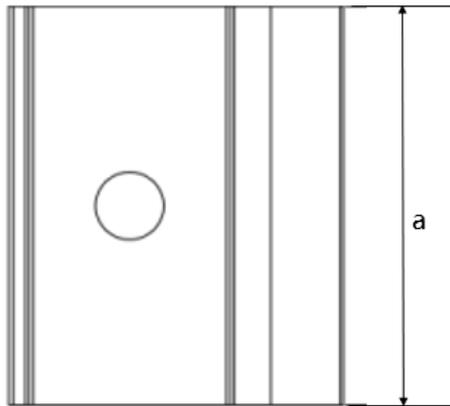
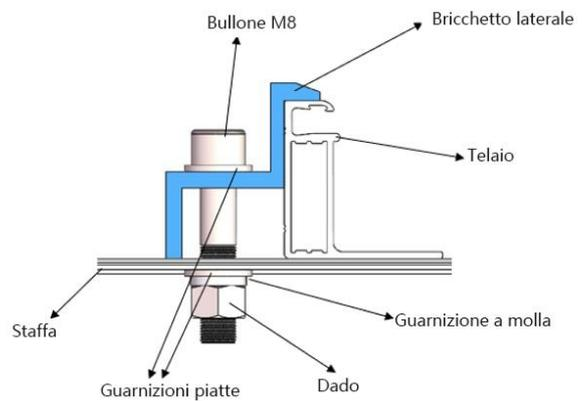

Fig. 7 Vista dall'alto del morsetto marginale
Fig. 9 Diagramma di installazione del morsetto
- ② Assicurarsi di evitare l'effetto ombra dei morsetti del modulo. I fori di drenaggio sul telaio del modulo non devono essere chiusi o oscurati dai morsetti..
- ③ La superficie superiore della barra a contatto con il telaio del modulo deve essere dotata di scanalature compatibili con un bullone M8.
- ④ Se le scanalature non sono presenti, può essere necessario praticare dei fori di diametro adeguato per consentire il fissaggio dei bulloni alla barra negli stessi punti indicati sopra.
- ⑤ Assicurarsi che la sequenza di montaggio di ciascun morsetto segua l'ordine di rondella piatta, rondella elastica e dado.
- ⑥ Le Figure 7 e 8 mostrano lo schema del morsetto, mentre le Figure 9 e 10 mostrano lo schema di installazione del morsetto. Le dimensioni della morsa sono le seguenti: Lunghezza (a) ≥ 50 mm, con uno spessore minimo di 4 mm e una sovrapposizione con il telaio (d) ≥ 10 mm; oppure Lunghezza (a) ≥ 60 mm, con uno spessore minimo di 3 mm e una sovrapposizione con il telaio (d) ≥ 8 mm. La sezione della morsa può essere modificata a condizione di garantire un'installazione affidabile e non deve estendersi oltre il telaio per evitare il contatto con il vetro.
- ⑦ I moduli di dimensioni pari o superiori a 2384*1303 mm sono adatti solo per una dimensione della morsa di lunghezza (a) ≥ 60 mm.
- ⑧ La coppia di serraggio consigliata è di 17~23 N•m per viti e bulloni di Classe 8.8.